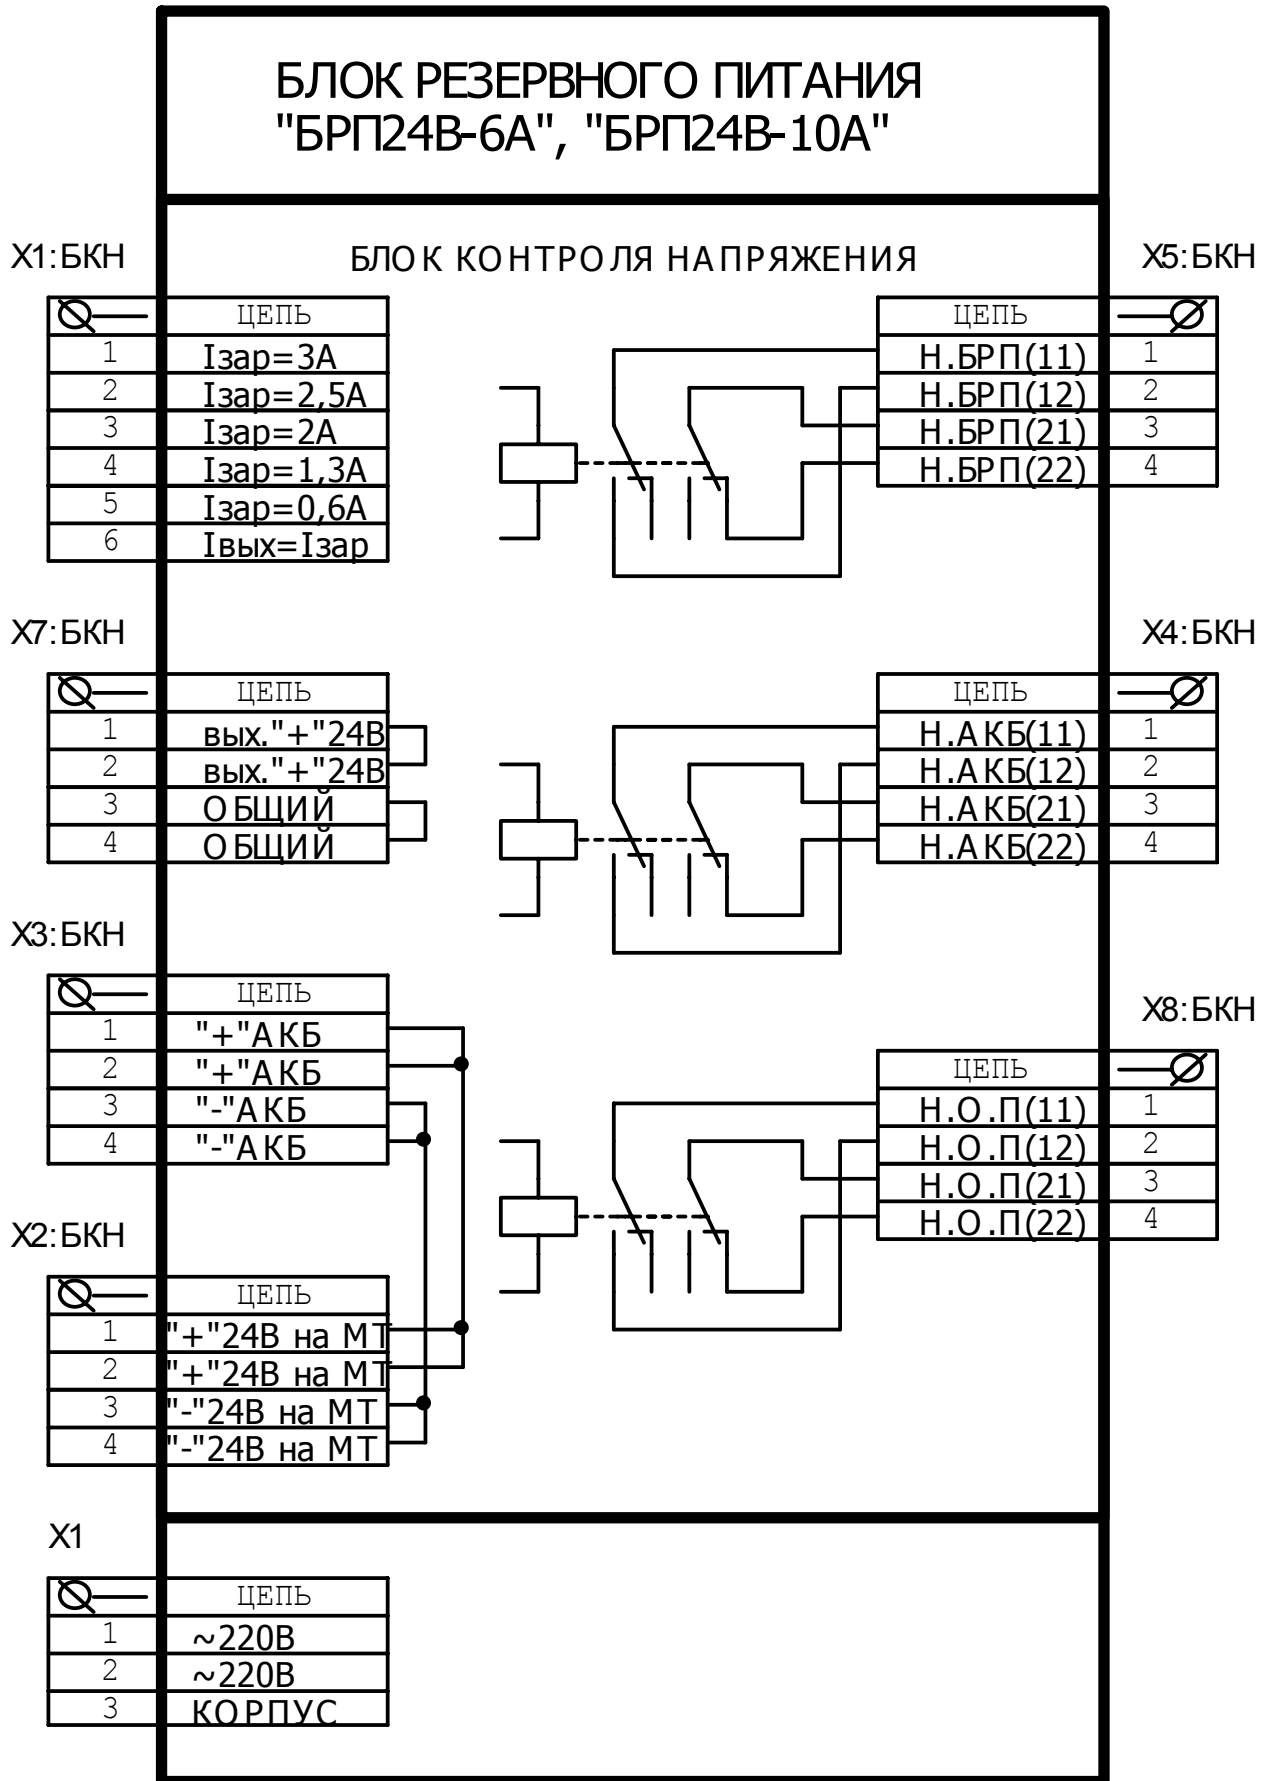

Рис. 5. Клеммные колодки БРП24В-6А и БРП24В-10А
- для БРП24В-6А и БРП24В-10А на рис.5;